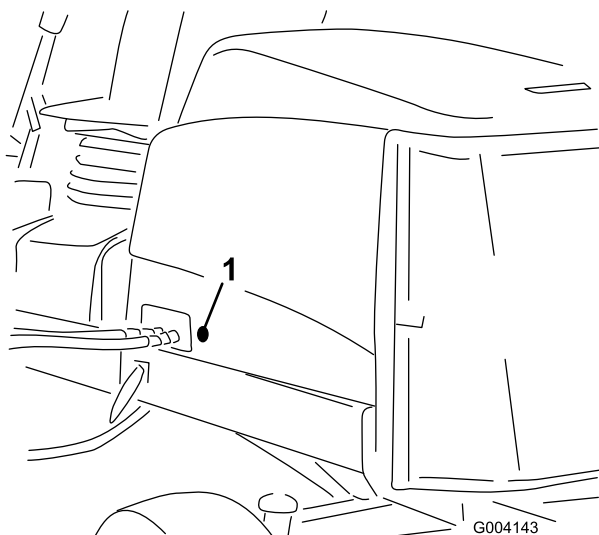

Figure 17
2. Retirez le passe-câbles en caoutchouc du trou situé du côté gauche du capot (Figure 17).